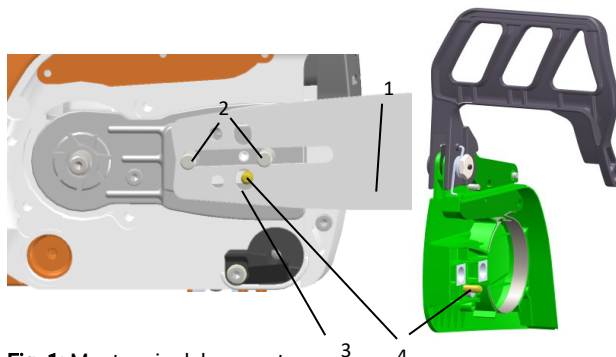

Fig. 1: Montaggio del supporto
- > Posizionare la barra di guida (1 - Fig.1) tra le viti (2 - Fig.1) nello stesso modo di una normale barra di guida per motosega.
- > Il foro (3 - Fig.1) nel supporto deve essere a livello con il meccanismo di azionamento del tendicatena. A seconda del tipo di motosega, questa viene montata sul lato motore o nel coperchio (4 - Fig.1).